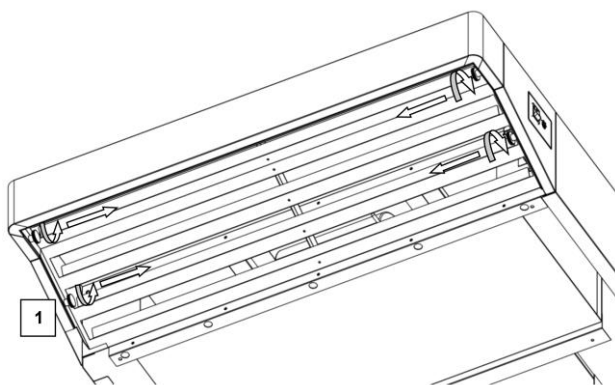

Fig. 4.1
- Desatornillar las perillas que fijan la reja en lado izquierdo y derecho (Fig. 4.1. part. 1);